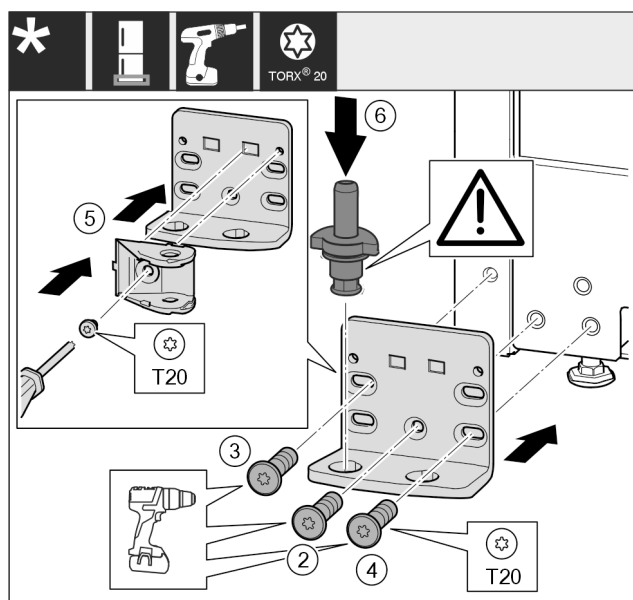

Fig. 47 *
- ▶ 将托架安装到另一侧，并借助螺丝刀旋紧。从底部中心的螺钉 Fig. 47 (2) 开始。*
- ▶ 拧紧螺钉 Fig. 47 (3) 和螺钉 Fig. 47 (4)。*
- ▶ 将关门阻尼器连接装置 Fig. 47 (5) 旋转 180°。用螺丝刀拧紧托架的另一侧。*
- ▶ 将轴承螺栓 Fig. 47 (6) 完全装入。同时注意止动凸轮需指向后方。*